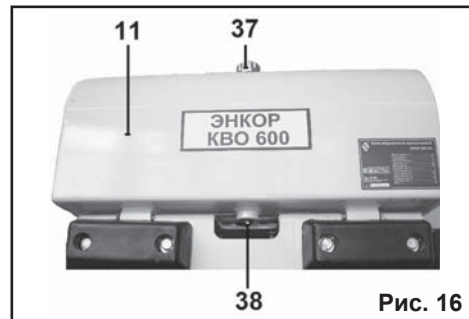

Рис. 16
8.4.4. Для слива масла из масляного бака (11) открутите крышку (37) и пробку (38), слейте масло (Рис. 16).